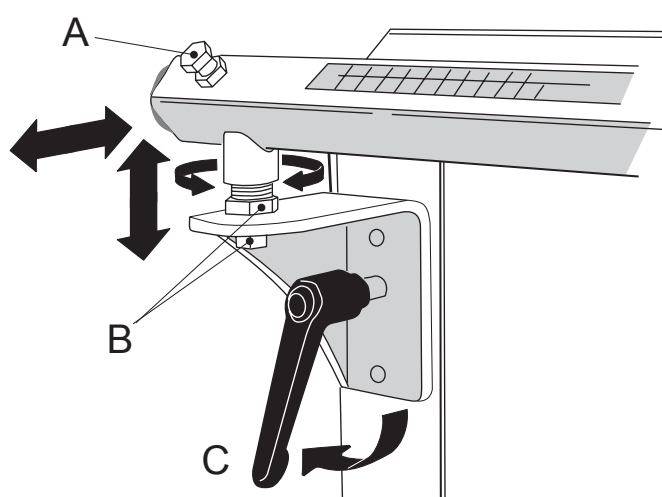

Fig. 3
- Styrskenan fästes på sågen genom att vrida låshandtaget **C** 1/4 varv *fig. 3*.